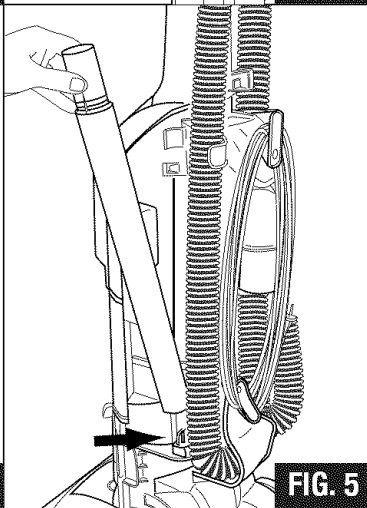

FIG. 5
- Step 8:** Store the wands on the side of the vacuum in front of the hose (FIG. 5).
**Étape 8 :** Rangez les rallonges sur le côté de l'aspirateur devant le tuyau (FIG. 5).
**Paso 8:** Guarde los tubos en el costado de la aspiradora en frente de la manguera (FIG. 5).